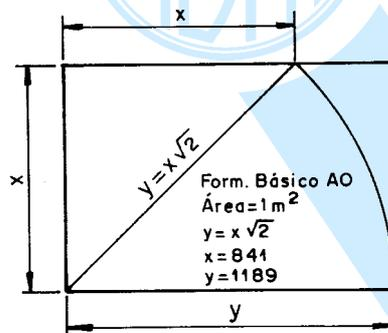

Figura 3 - Origem dos formatos da série "A"
3.1.2.1 O formato básico para desenhos técnicos é o retângulo de área igual a 1 m^2 e de lados medindo $841 \text{ mm} \times 1189 \text{ mm}$, isto é, guardando entre si a mesma relação que existe entre o lado de um quadrado e sua diagonal $\frac{x}{y} = \frac{1}{2}$ (Figura 3).